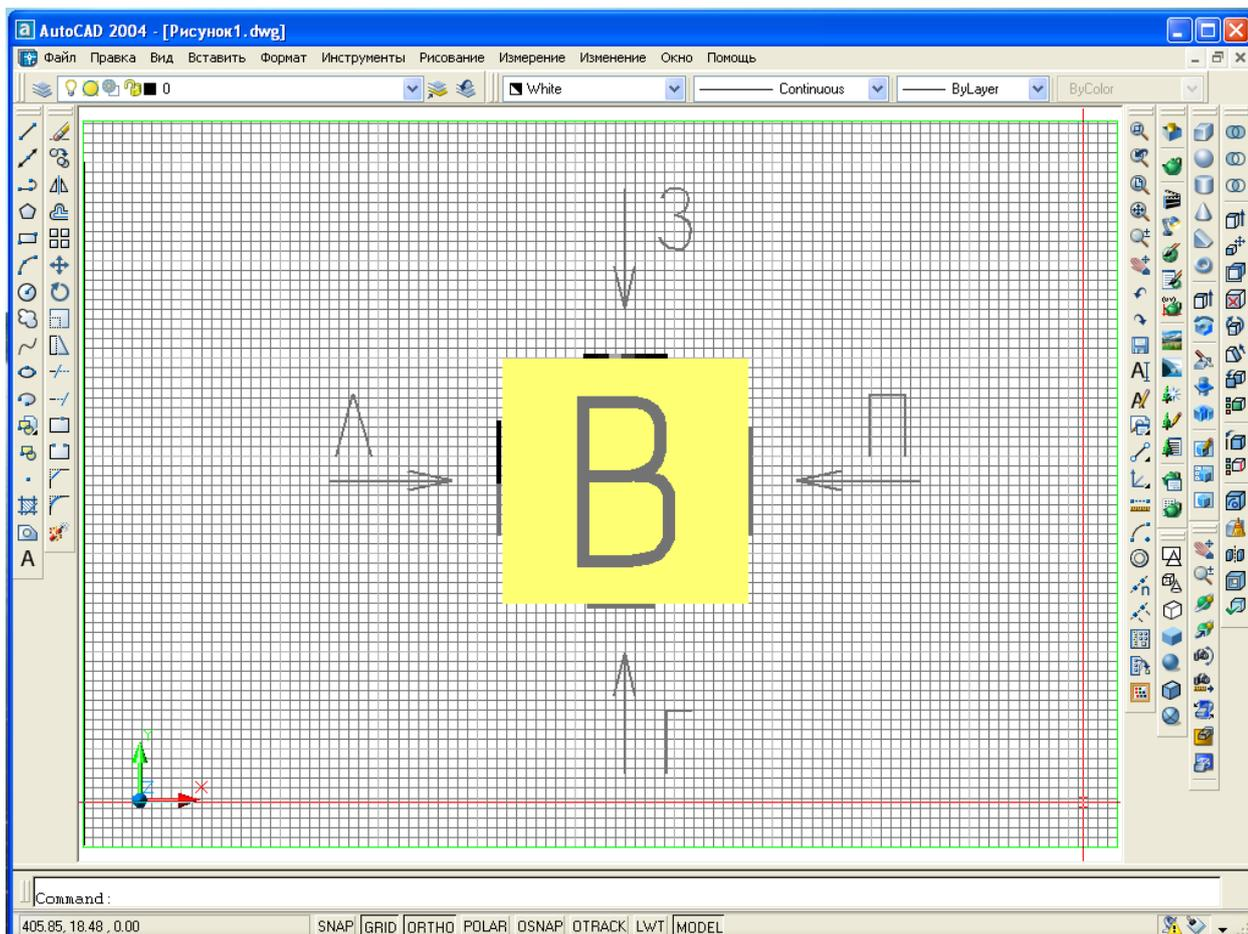

Рис. 4.5
На рис. 4.5, для примера, показан тест-куб после установки названного вида "Top" (верх).
Как видно из рис. 4.5, в графической зоне визуализирован тест-куб (вид сверху), знак координат, показывающий направления координатных осей, и чёрная сетка, показывающая местоположение активной плоскости. Видно, что она параллельна координатной плоскости XY, но её координату по оси Z из рис. 4.5 определить не удастся. Для дальнейшей работы следует иметь в виду: при установке
**Примечание: в AutoCAD сетка визуализируется либо в виде красных точек (см. рис. 1.1), либо в виде чёрных ортогональных линий – как на рис. 4.5. Вид сетки зависит от использования той или иной пиктограммы в панели инструментов "Тени". При неизменной установке межузлового расстояния сетки, чёрная сетка визуализируется с десятикратным уплотнением линий по сравнению с плотностью красных точек.*
Итак, представьте, что на плоскости XY, которая совпадает с плоскостью экрана, стоит тест-куб, на одной из граней которого изображена буква "B". Этот вид на любую модель, в том числе и на тест-куб, в AutoCAD принято называть видом сверху и задавать его с помощью пиктограммы  "Top" (верх). Если AutoCAD визуализирует на плоскости XY вид модели с направления "Г" (см. рис. 4.5), то такой вид принято называть видом спереди и задавать его с помощью пиктограммы  "Front" (перед). При визуализации модели с направлений "Л", "П", "З" и "Н" (на рис. 4.5 направление "Н" не показано – идёт из-за экрана в направлении оператора) используются пиктограммы соответственно  "Left" (слева),  "Right" (справа),  "Back" (зад) и  "Bottom" (низ).